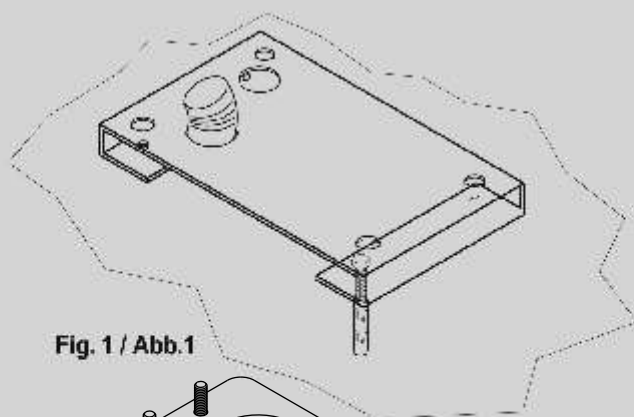

Fig. 1 / Abb.1
1. Die Verankerungsplatte entweder mit 4 Spreizdübeln befestigen oder im Beton einbetten (Abb. 1).
1. Bevestig de verankeringsplaat met 4 chemische ankers of isoleer de plaat in beton (fig. 1).